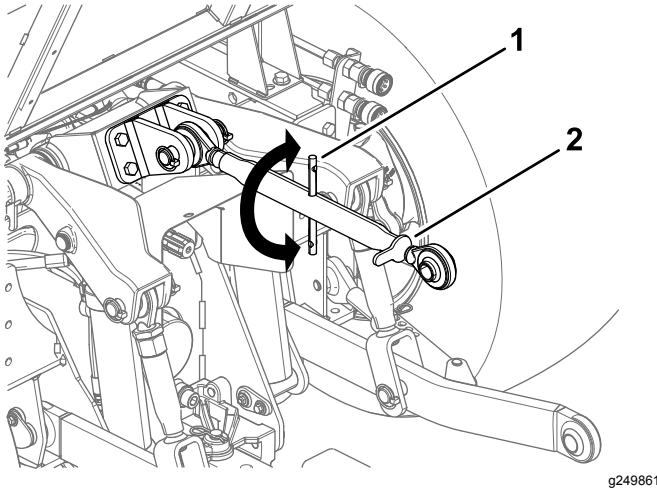

Figura 22
1. Afloje la contratuerca del brazo superior (Figura 22).
3. Apriete la contratuerca (Figura 22).